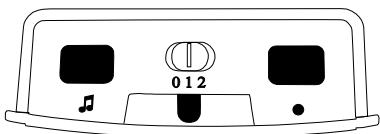

Figure 2 : Face supérieure
À l'aide de l'interrupteur coulissant de sélection du signal (fig. 2 « **0 1 2** »), vous pouvez choisir le type de signalisation. Veuillez noter que les symboles sont toujours éclairés par des diodes électroluminescentes de couleur.
- a) Appuyez longuement sur la touche »●« (fig. 2). Les symboles s'allument les uns après les autres. Relâchez la touche dès que le symbole souhaité s'allume.